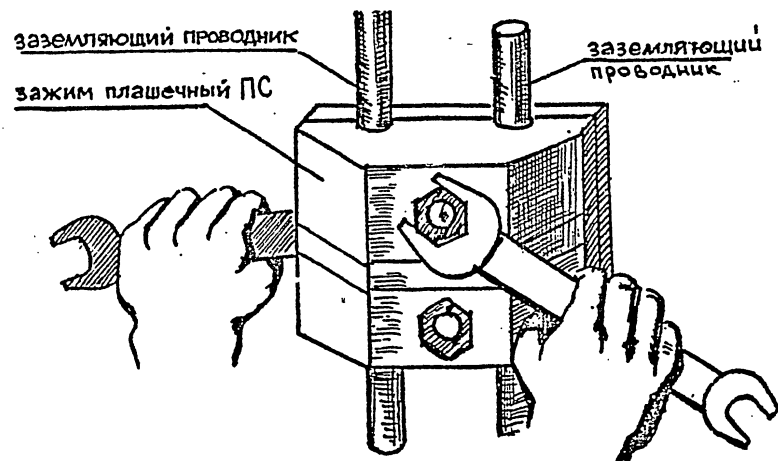

Рис. 1
4.2. ЭИ гаечным ключом ослабляет болты пластинчатого зажима ПЗ, вкладывает в его канавки заземляющие проводники и с помощью гаечных ключей затягивает гайки (рис.1).